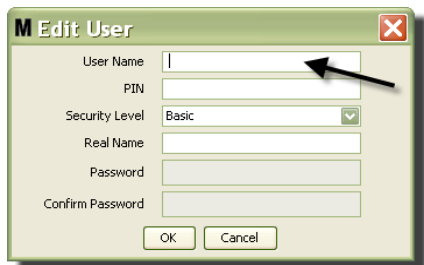

Рис. 55
3. Появится окно «Edit User» [Редактировать сведения о пользователе] (Рис. 55). На экране можно заполнить следующие поля: «User Name» [Имя пользователя], «PIN» [PIN], «Security Level» [Уровень безопасности], «Real Name» [Настоящее имя] (необязательное), «Password» [Пароль] и «Confirm Password» [Подтвердить пароль].
1. Выберите мышью профиль, который требуется изменить. Затем нажмите кнопку «Modify» [Изменить], чтобы появилось окно «Edit User» [Редактировать сведения о пользователе] (Рис. 55).